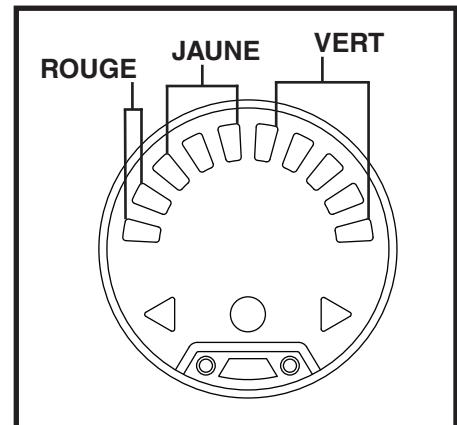

Figure 8. Jauge à batteries
**Voir la figure 8.** Pour avoir une mesure fiable, vous devez débrancher le cordon d'alimentation du chargeur et mettre le contact du scooter.
L'indicateur d'état de batterie sur la console de barre franche indique la puissance approximative de vos batteries à l'aide d'un code couleur. De droite à gauche sur le compteur, le vert (5 LEDs) indique des batteries complètement chargées, le jaune (3 LEDs) une charge en train de se vider et le rouge (2 LEDs) indique qu'une recharge immédiate est nécessaire. **Voir la figure 8.** Pour garantir la plus grande précision, l'indicateur d'état de la batterie doit être vérifié lorsque vous conduisez votre véhicule à pleine vitesse sur une surface sèche et plane. Lorsque 5 LED (2 LED rouges et 3 LED jaunes) sont affichées, vos batteries ont 10% de charge restante.